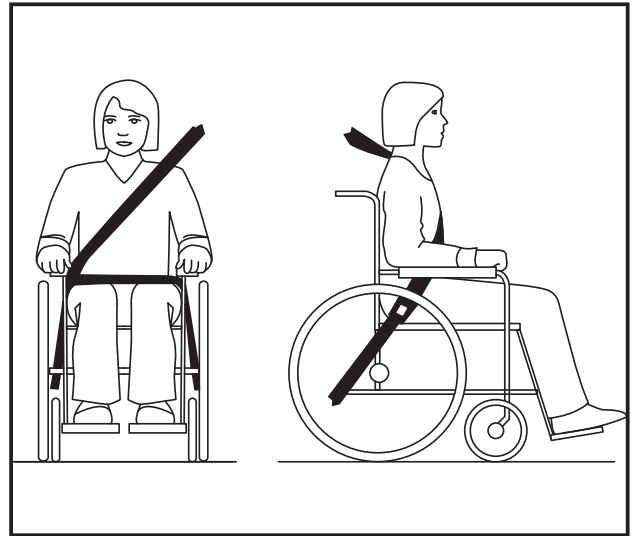

Abbildung 49
- Die richtige Gurtführung geht aus Abbildung 49 hervor.